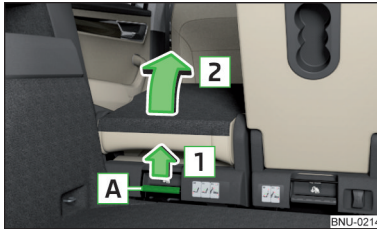

Abb. 90
- › Den Hebel **A** » Abb. 90 in Pfeilrichtung **1** ziehen und den Sitz in Pfeilrichtung **2** hochklappen.